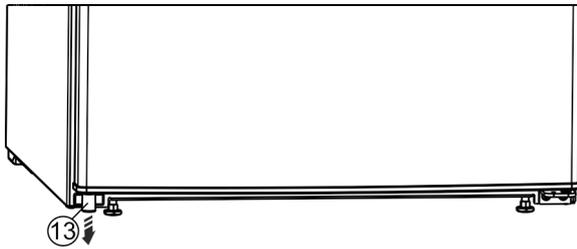

Fig. 14 *
- ▶ Dolje lijevo izvadite razmačnik Fig. 14 (13) iz vrata.*